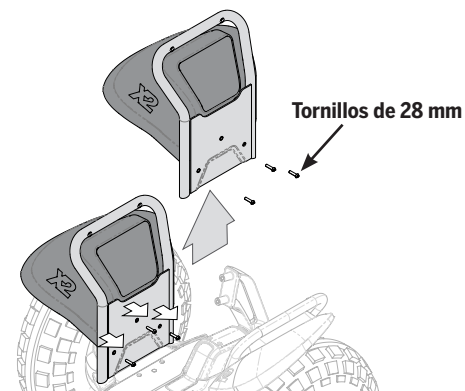

Ilustración 3: Extracción de la estructura del protector del x2 SE
2. Extraiga las tres fijaciones de 28 mm mediante una llave Allen de 4 mm y colóquelas en un lugar seguro (consulte la **Ilustración 3**).